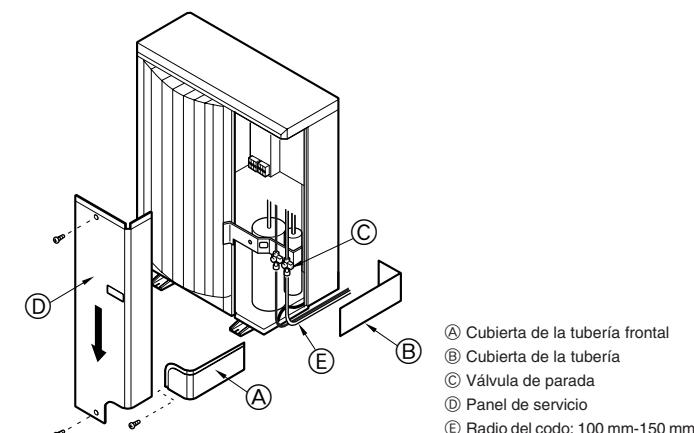
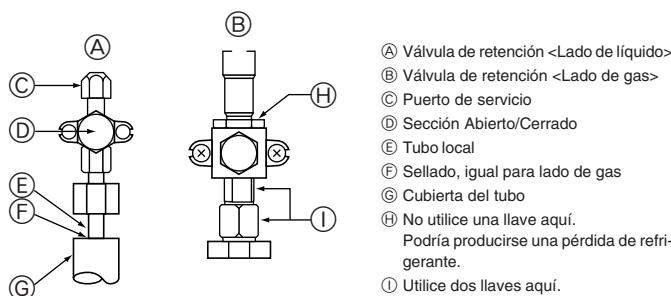

Fig. 4-2
Fig. 4-3
4.3. Tubos de refrigerante (Fig. 4-2), (Fig. 4-3)